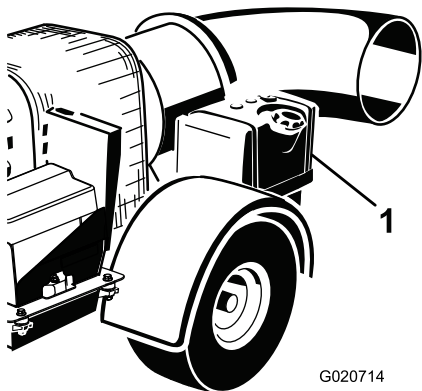

Рисунок 13
2. Очистите область вокруг крышки топливного бака и снимите ее (Рисунок 13).